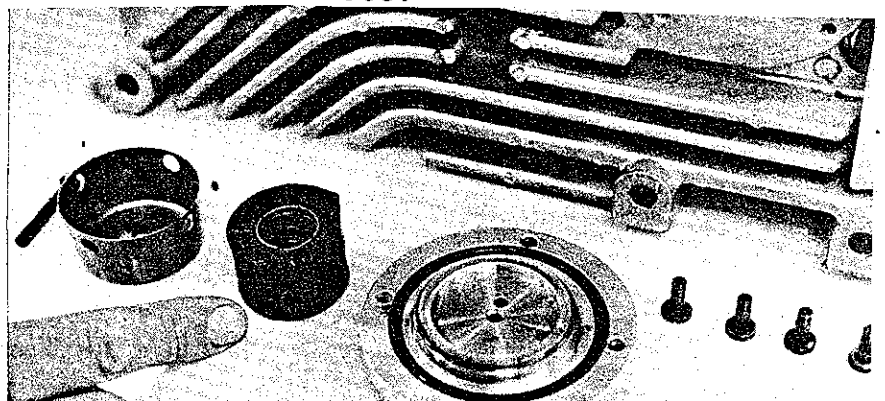

Fig. 9
8.- Retire un tornillo de la tapa del filtro de aceite y quite la tapa. Fig. 8. Retire el filtro y límpielo con petróleo. Fig. 9.